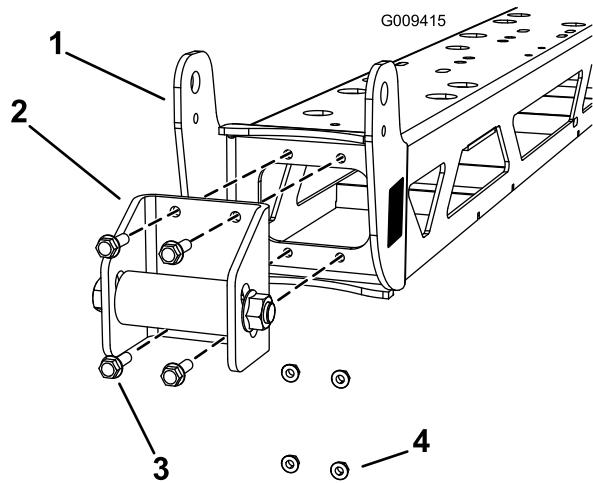

Bild 1
2. Entfernen Sie die vier 4 Schrauben (5/16 x 1 Zoll) und Muttern (5/16 Zoll) mit denen die Anschlüsse am mittleren Auslegerrahmen befestigt sind, wie in (Bild 1) dargestellt. Entfernen Sie die Anschlüsse an beiden Seiten des mittleren Auslegers. Bewahren Sie alle Teile für später auf.